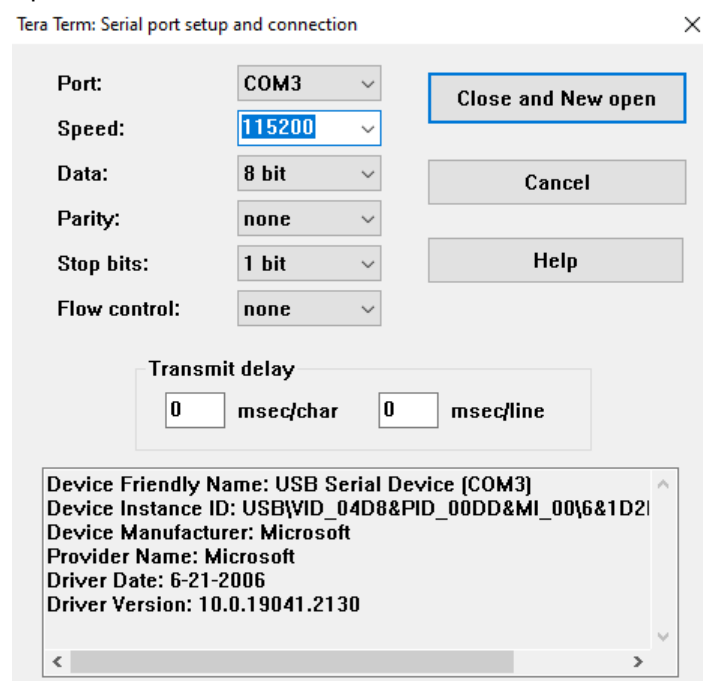

图 4-2. 串行端口设置和连接
4. 此时将显示一个新窗口。选择连接 eSOM7 的 COM 端口（不是 COM1）。将速度更改为“115200”，然后点击“Close and New open”，请参阅图 4-2。